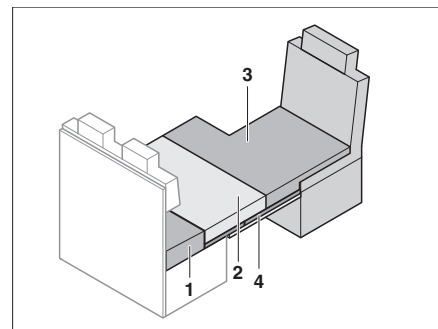

Bild 164 Nach dem Umbau
- Zusatzpolster (Bild 164,3) auf den Fahrersitz legen.
- Sitzpolster (Bild 164,2) auf die Notbettunterlage legen.